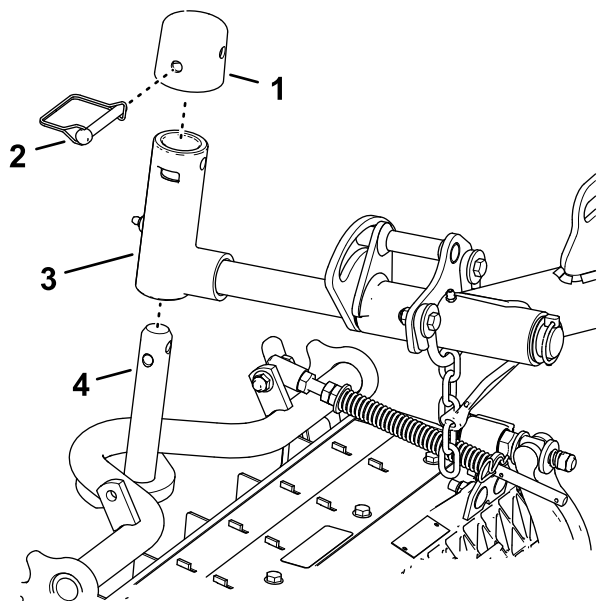

図 25
1. カッティングユニットを昇降アームの下に置く図 25。
斜面を刈り込む時はカッティングユニットのピボットをロックしてください斜面横切るように刈り込む時はカッティングユニットが谷側に滑るのを防止するためにピボットをロックしてください。昇降アームのピボットシャフトの穴図 25を使ってカッティングユニットをロックする。カッティングユニットをステアリングする場合はスロットを使用していきます。